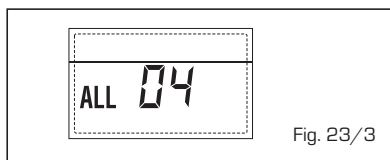

Fig. 23/3
- **ANOMALÍA SONDA IDA CALEFACCIÓN "ALL 05" (fig. 23/4)**